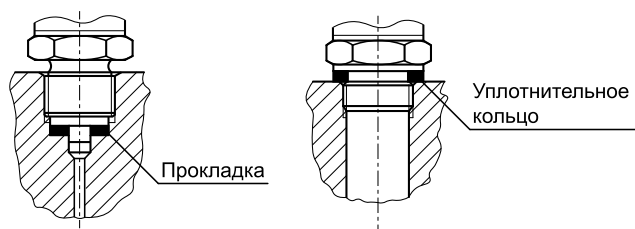

Рисунок 6.3 – Варианты уплотнения
1. Уплотнить пространство между штуцером и гнездом с помощью прокладки или уплотнительного кольца из комплекта поставки (см. рисунок 6.3).